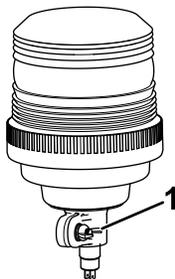

Bild 17
4. Lösen Sie die Flügelmutter an der Rundumleuchte (Bild 17).